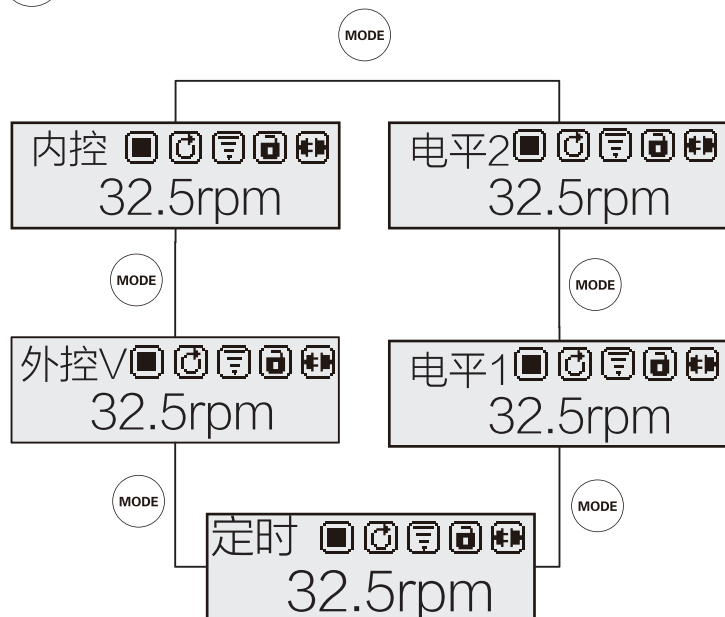

图6 模式切换
- 按下 **MODE** 键，模式切换一次，具体显示如下图6：